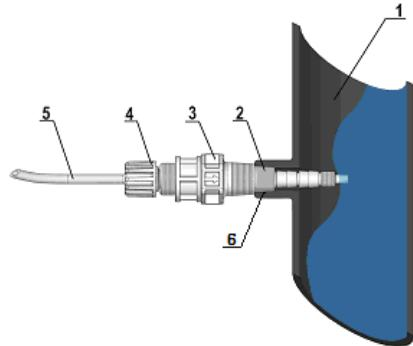

Abb. 7 - Anschluss
Sowohl an der Abgabeleitung wie auch an der Saugleitung sollten scharfe Kurven vermieden werden, um Engpässe in der Leitung zu vermeiden. Am für die Einspritzung des zu dosierenden Produkts am besten geeigneten Punkt an der zur Anlage führenden Leitung einen 3/8"-Anschluss oder ein 1/2"-Gas-Innengewinde montieren. Dieser Anschluss ist nicht im Lieferumfang enthalten. Das Einspritzventil mit PTFE-Band auf den „Dichtungsring“ schrauben (siehe Abb. 7). Den Schlauch am konischen Einspritzventil anschließen und mit einem Sicherungsring (4) fixieren. Das Einspritzventil ist gleichzeitig ein Rückschlagventil.